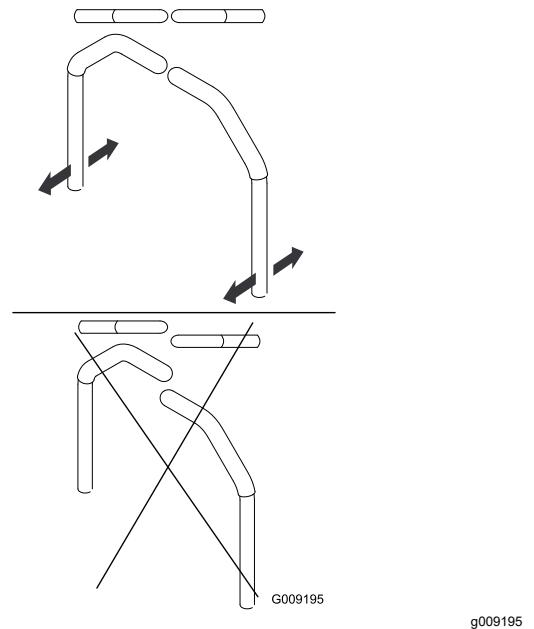

Bild 65
4. Fluchten Sie die Hebel in Längsrichtung aus. Bringen Sie die Hebel zuerst in der NEUTRAL-Stellung zusammen und schieben Sie die Hebel dann so lange, bis sie ausgefluchtet sind. Ziehen Sie dann die Schrauben an (Bild 65).